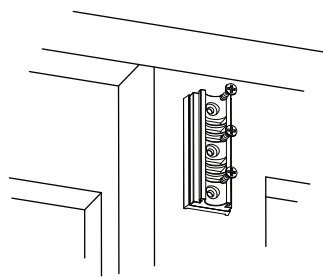

Fig 1.
2. Place the base on the spacer and line up the screw holes. Using the three #6 flat head wood screws attach the base to the window or sill so that the end of the base is close to the edge of the sill or window. (Fig 1)
2. Mettez le support sur l'entretoise et alignez-les aux trous des vis. Avec les trois vis à bois à tête fraisée n° 6, fixez le support dans la fenêtre ou le seuil de la fenêtre de manière à ce que l'extrémité du support soit près du seuil de la fenêtre ou de la fenêtre. (Fig. 1)
2. Coloque la base sobre el separador y alinee los orificios para los tornillos. Utilizando los tres tornillos para madera de cabeza plana N.º 6, fije la base a la ventana o al umbral de manera que el extremo de la base quede cerca del borde del umbral o la ventana. (Fig. 1)